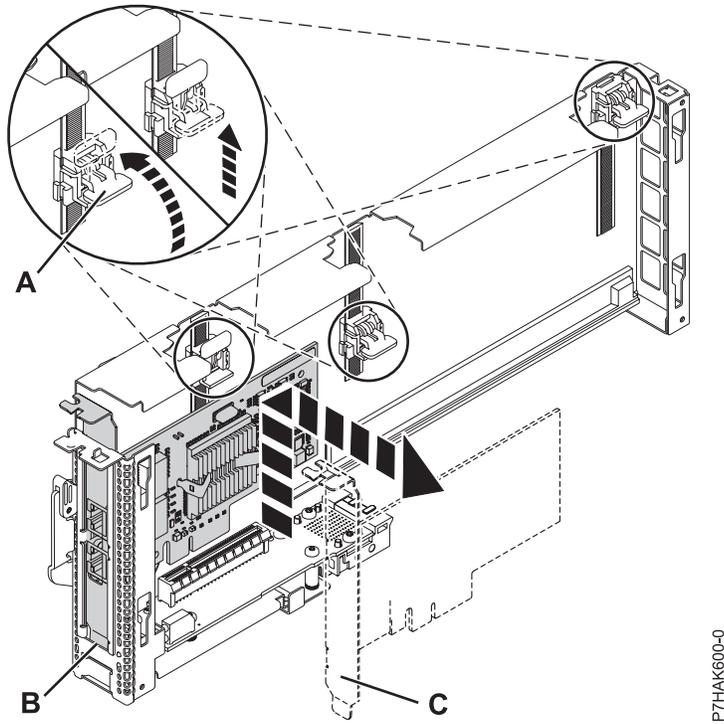

Figura 25. Adaptador removido do cassete do adaptador PCI
- a. Destrave os retentores do adaptador girando os cliques retentores (A) na posição horizontal. Consulte Figura 25 na página 34.